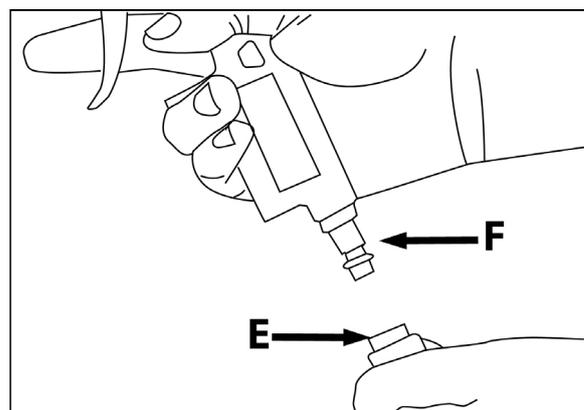

Рис. 2
8. Пневматический краскопульт подключается к противоположному концу шланга **E**. Подсоедините штуцер **F** с нажимом к шлангу (рис. 2).